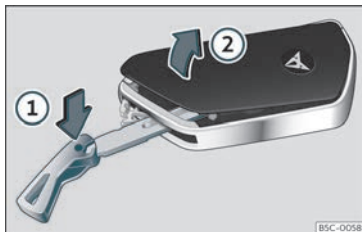

Fig. 72 Clé du véhicule : ouvrir le cache du compartiment de la pile.
- Introduisez le panneton dans la rainure >>> **fig. 72**, appuyez dessus dans le sens de la flèche ① et détachez le cache en faisant levier ②.